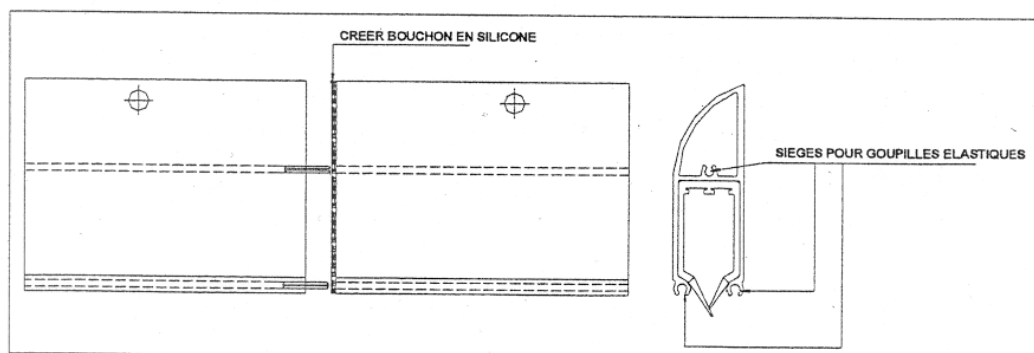

Fig. 2
2. Plaats de elastische borgpen aan de binnenkant van één van de twee aluminium profielen, verbind de twee en kit het verbindingspunt goed in met silicone.(fig2)